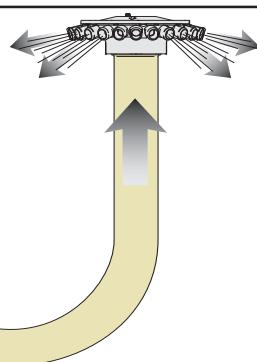
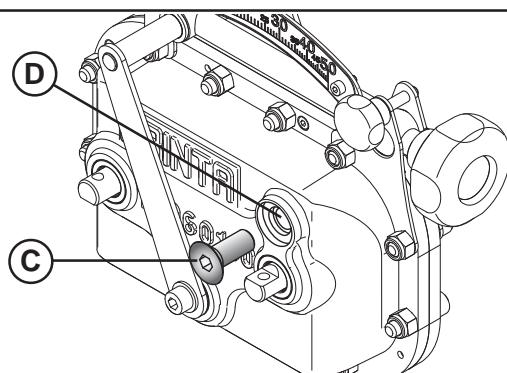

fig. 53
fig. 55
LA INCEPUTUL SEZONULUI	<ul style="list-style-type: none"> - Controlati ca transmisia sa se roteasca liber, fara interferente. - Actionati utilajul in gol, fluxul de aer patrunde in conducte si indeparteaza eventualele impuritati (Fig. 53). - In fiecare sezon, efectuati schimbul complet de ulei al schimbatorului, introducand ulei de tipul "AGIP EXIDIA HG 68" (Kg. 0,7): <ol style="list-style-type: none"> 1) indepartati capacul (C, Fig. 55); 2) prin orificiul (D), goliti complet uleiul schimbatorului si adunati-l intr-un recipient adevarat; 3) introduceti noul ulei (Kg. 0,7) si inchideti capacul.